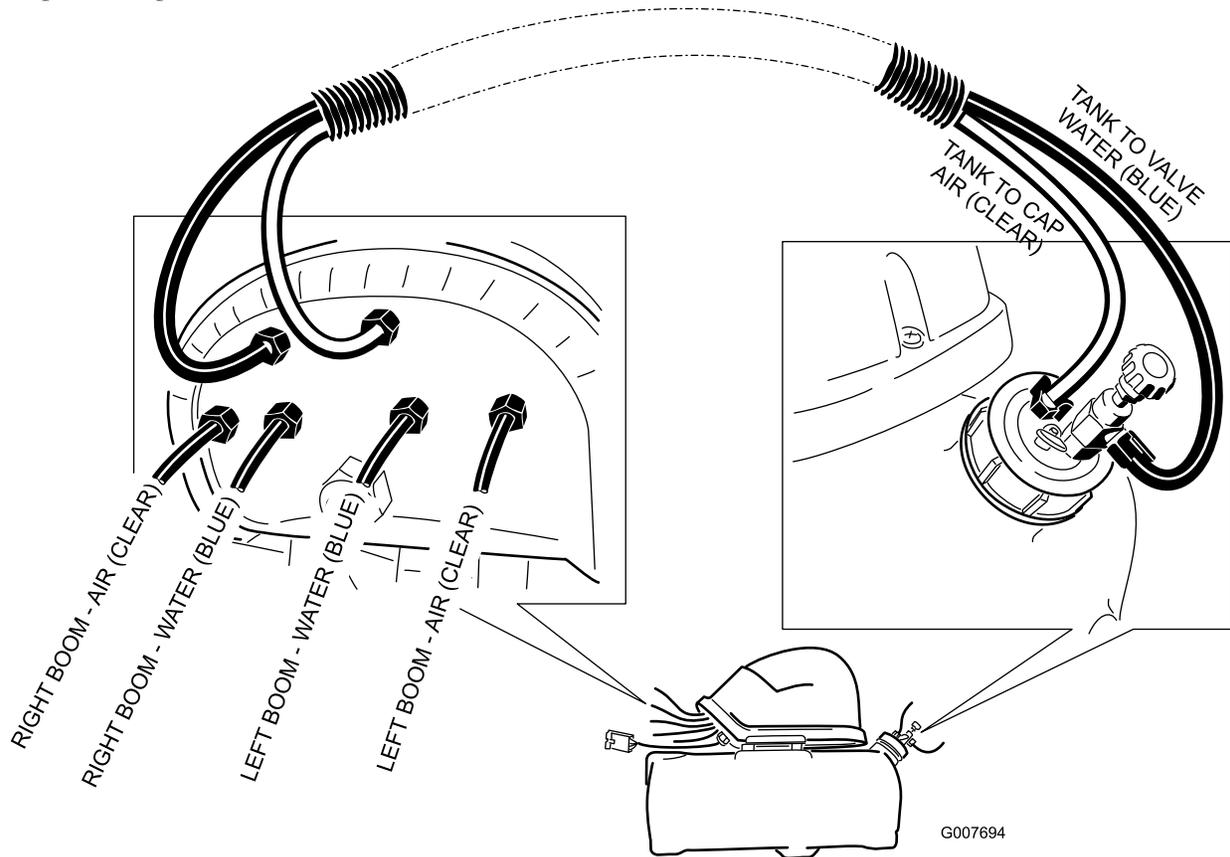

Figura 16
7. Accertatevi che la disposizione finale sia come illustrato in Figura 16.